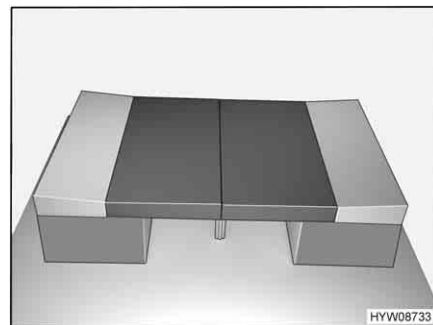

Fig. 57 Dopo la trasformazione
- Sistemare il cuscino del sedile e dello schienale come illustrato nella Fig. 57.